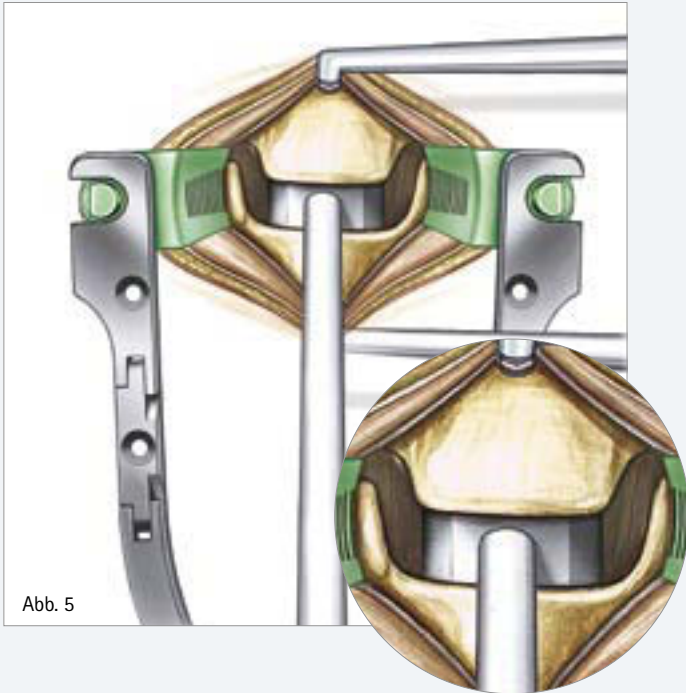

Abb. 5
- Die geeignete Größe des CeSPACE® Implantats wird anhand von Probeimplantaten bestimmt (Abb. 5).